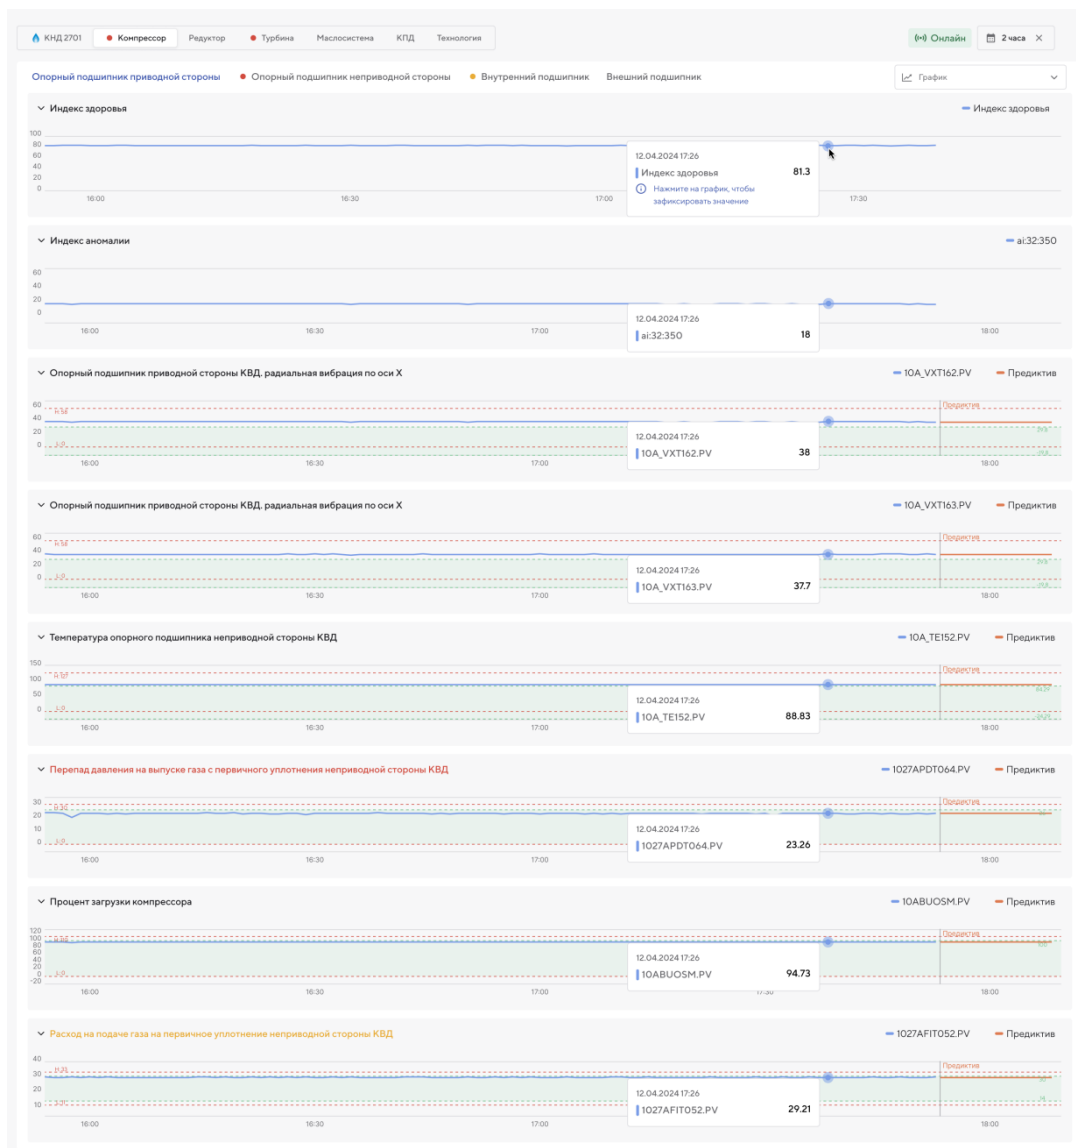

Рисунок 135 – Графики на вкладке открытого узла/подузла
Построение графиков выполняется только по выбранной единице оборудования и указанного в поле фильтра периода времени (Рисунок 135).
На графиках отображается прогноз состояния узла оборудования на 15 минут вперед (см. Рисунок 135), если в поле фильтра выбран период времени «2 часа». На графическом представлении отображается вертикальная линия с подписью «Предиктив». До вертикальной линии «Предиктив» на графике отображаются фактические показания. После вертикальной линии «Предиктив» на графике отображаются прогнозные значения на 15 минут вперед. Линия графика прогнозируемого состояния выделяется красным цветом.
На странице вкладки подузла применяется цветовая индикация наименования графика показателя подузла (см. Рисунок 135) в зависимости от его показаний (Таблица 17).
6. Наведите указателя мыши на график. На всех графиках откроется дополнительное окно с детальной информацией измеряемого параметра в выбранный момент времени (см. Рисунок 135).